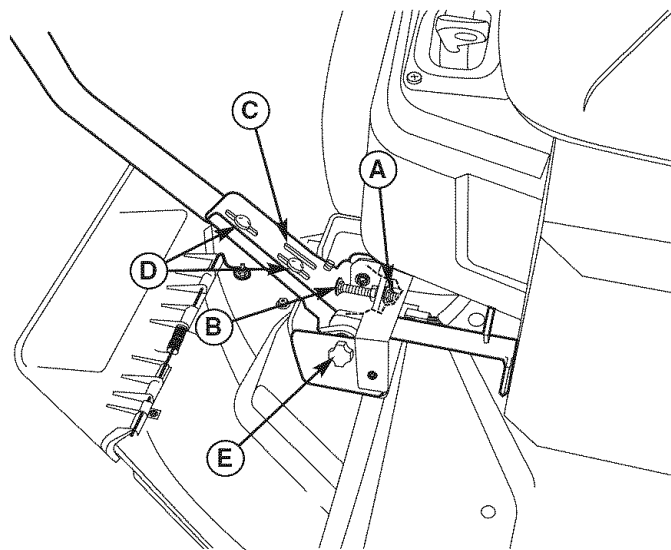

Figura 32. Ajuste de las Palancas de Control
Jale las palancas hacia adentro, encima del regazo del operador a la posición de DRIVE. Afloje los pernos de montaje (D, Figura 32) y suba o baje las palancas a la posición deseada. Apriete los pernos de montaje (D).
La brecha final de las palancas de control deben ajustarse de modo que las palancas no se toquen entre sí cuando se pongan en posición de DRIVE. Afloje la contratuerca (A, Figura 32) y ajuste la longitud del tornillo de cabeza redonda (B) de modo que las palancas no se toquen entre sí. Repita lo mismo en el lado opuesto. Apriete la contratuerca (A) para fijar el tornillo de cabeza redonda en su posición.
El espacio entre el operador y las palancas de control puede incrementarse quitando el perno de montaje más bajo (D, Figura 32), girando la palanca hacia adelante y reinstalando el tornillo de cabeza hexagonal a través de las palancas de control y la ranura delantera (C). Repita lo mismo con la palanca de velocidad.
Si el tractor vira a la derecha o a la izquierda cuando las palancas del control de velocidad están en la posición de velocidad máxima hacia adelante, la velocidad máxima de cada una de las palancas puede balancearse girando las perillas de ajuste (E, Figura 32). Gire la perilla A LA IZQUIERDA para aumentar la velocidad o A LA DERECHA para disminuir la velocidad.